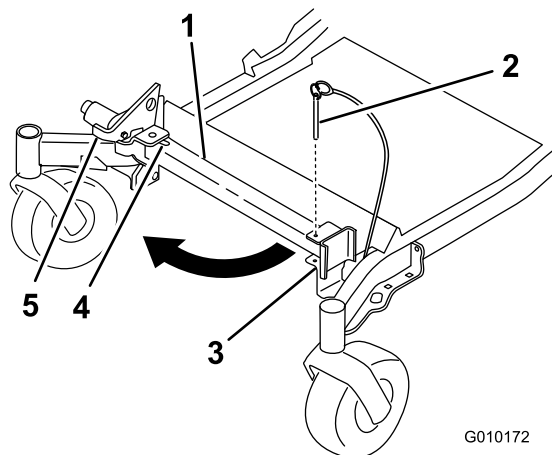

Figura 39
2. Togliete il perno dalla staffa (Figura 39).
5. Riportate il supporto in posizione di riposo (Figura 39).